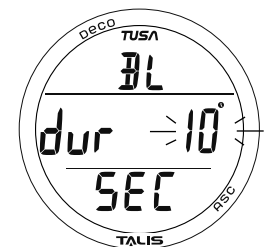

Abb. 42 - DAUER DER HINTERGRUNDBELEUCHTUNG EINSTELLEN
**DAUER DER HINTERGRUNDBELEUCHTUNG EINSTELLEN**, Informationen beinhalten (Abb. 42):